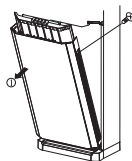

Fig. 9
1. Comme l'illustre la Fig.9, retirez la bande de décoration en position 1, puis dévissez les vis. Retirez les vis de fixation du filtre après avoir ouvert le panneau en verre. Retirez finalement le filtre en suivant le sens de la flèche en position 3.